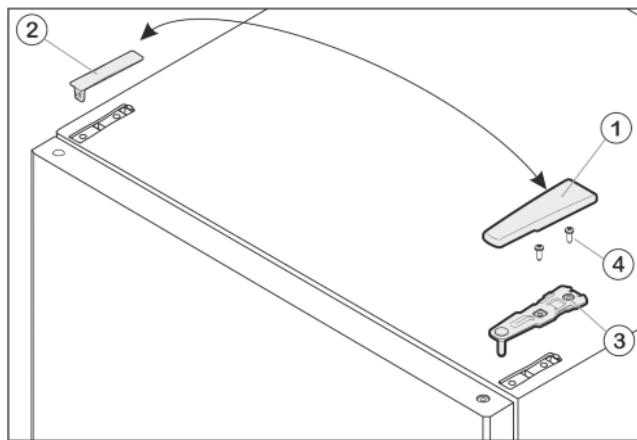

Fig. 7
- ▶ Відведіть кришку Fig. 7(1) вперед і вгору.
- ▶ Зніміть кришку Fig. 7(2).
- ▶ Викрутіть верхній опорний кронштейн Fig. 7 (3)(2 шт. Torx® 25) Fig. 7(4) і відведіть вгору.
- Встановіть верхній опорний кронштейн Fig. 7 (3) в дверцята на новий бік шарніра.
- Прикрутіть верхній опорний кронштейн (з моментом 4 Нм) гвинтами (2 шт. Torx® 25) Fig. 7 (4). Попередньо зробіть отвори для гвинтів або використовуйте викрутку з акумулятором.
- Встановіть і зафіксуйте кришку Fig. 7 (1) та кришку Fig. 7 (2) з протилежного боку ззовні.